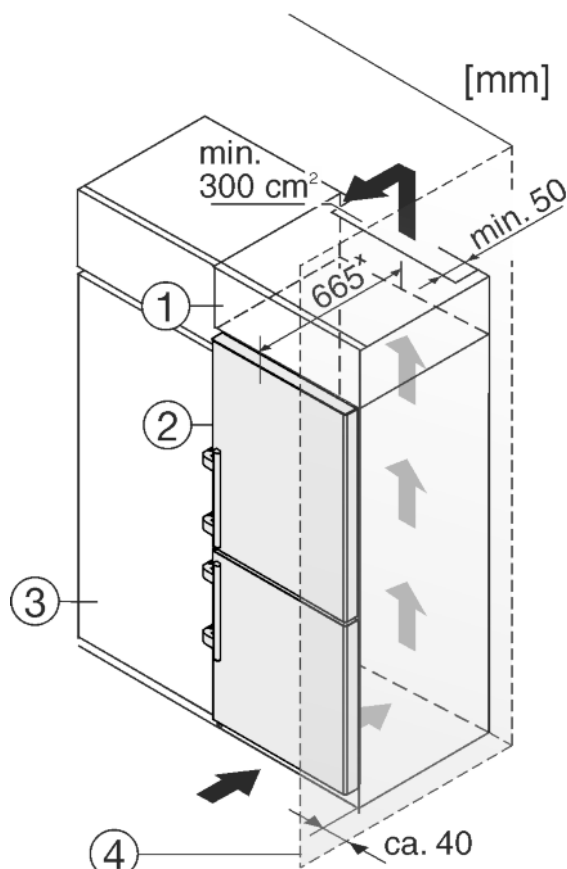

Fig. 26
- (1) Колонна на столешницу
- (2) Устройство
- (3) Кухонный шкаф
- (4) Стена
Устройство может быть окружено предметами кухонной обстановки. Чтобы уравнивать устройство *Fig. 26 (2)* по высоте с кухонной стенкой, можно установить над устройством соответствующий дополнительный шкафчик *Fig. 26 (1)*.
В комбинации с кухонными шкафами устройство можно устанавливать непосредственно рядом с кухонным шкафом *Fig. 26 (3)*. Чтобы можно было полностью открыть двери, устройство должно выступать, как минимум, на 65 мм* относительно передней стенки кухонного шкафа. В зависимости от глубины кухонных шкафов и использования пристенных распорок устройство может выступать и больше.
Если устройство установлено на шарнирах у стены *Fig. 26 (4)*, то расстояние между устройством и стеной должно быть не менее 40 мм. Настолько выступает ручка при открытой двери.